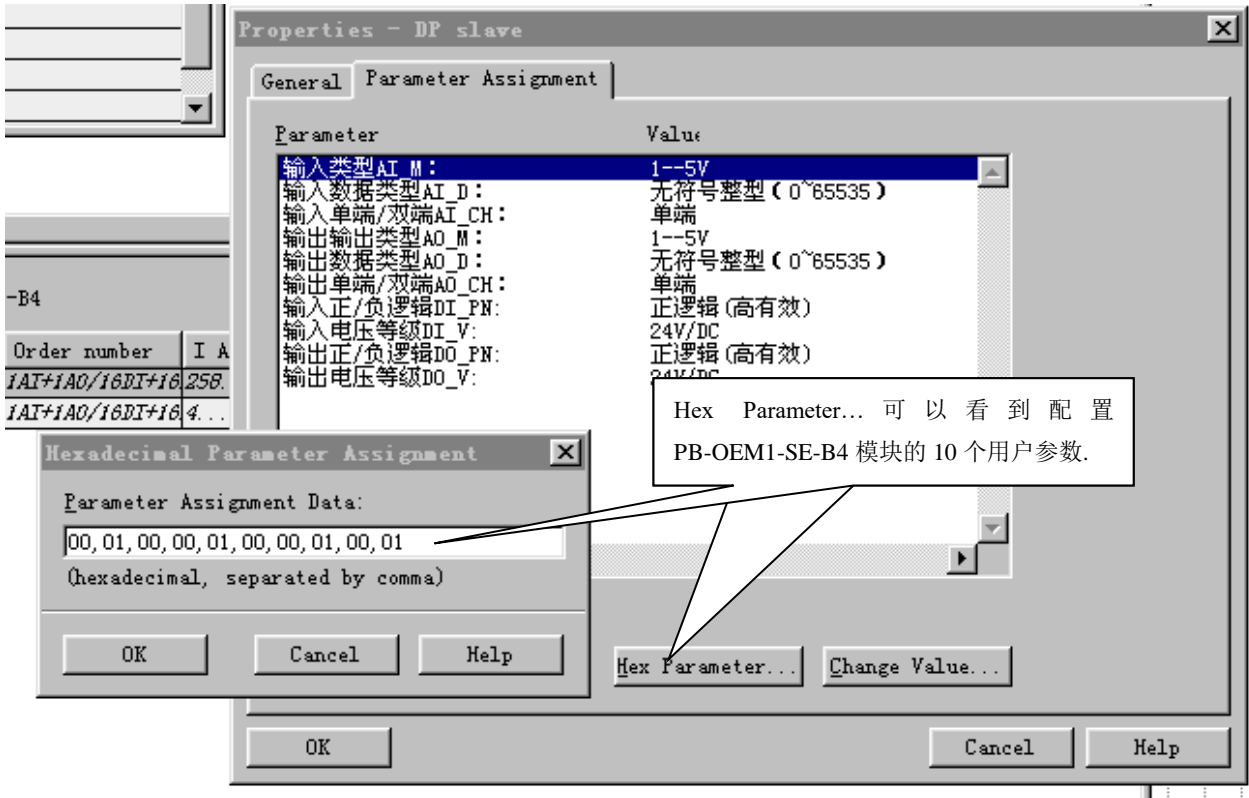

图 4-8: 可以看到配置 1AI+1AO 模块的 7 个用户参数
- ① 图 4-8: 可以看到配置 PB-OEM1-DPRAM-B4 模块的 10 个用户参数: 00, 00, 01, 00, 00, 01, 00
- ② 第 1~6 参数: 00, 01, 00, 00, 01, 00, 对应上面的配置: 输入类型 AI_M: 1—5V、输入数据类型 AI_D: 无符号整型 (0~65535)、输入单端/双端 AI_CH: 单端、输出类型 AO_M: 1—5V、输出数据类型 AO_D: 无符号整型 (0~65535)、输出单端/双端 AO_CH: 单端
- ③ 第 7~10 参数: 00, 01, 00, 01 对应上面的配置: 输入正/负逻辑 DI_PN: 正逻辑 (高有效)、输入电压等级 DI_V: 24V/DC、输出正/负逻辑 DO_PN: 正逻辑 (高有效)、输入电压等级 DO_V: 24V/DC。
- ⑦ 如果依照菜单改变配置, 第 1~10 用户参数也会该变。